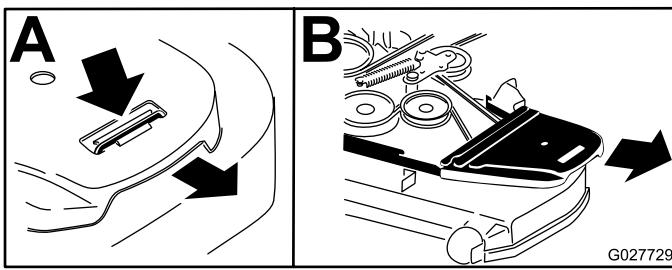

Figure 78
4. Déposez les protège-courroies (Figure 78).